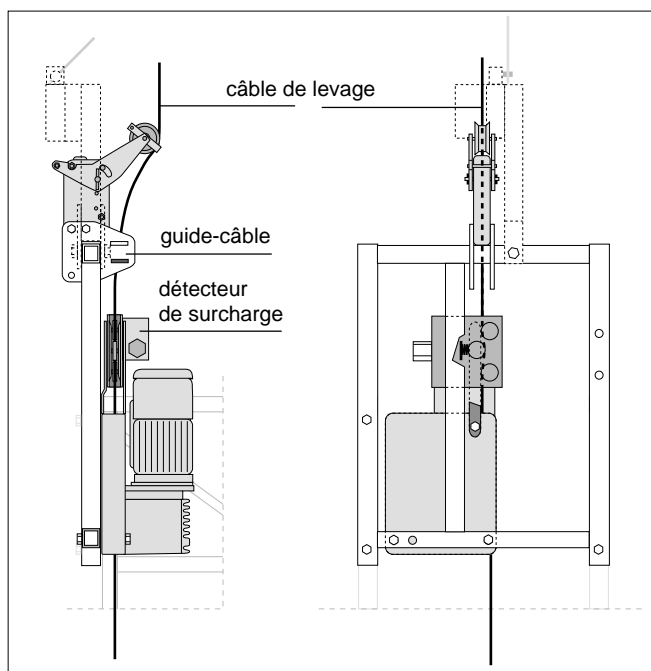

Fig. 1.20
a) . . . sur les étriers d'extrémité (Fig. 1.20)
- Passer le câble de levage (151) sur le galet du levier BLOCSTOP (109) et par le guide-câble.
- Pousser le bouton MONTEE (43) et continuer à pousser le câble à la main jusqu'à ce qu'il sorte du treuil par la buse en bas du carter.